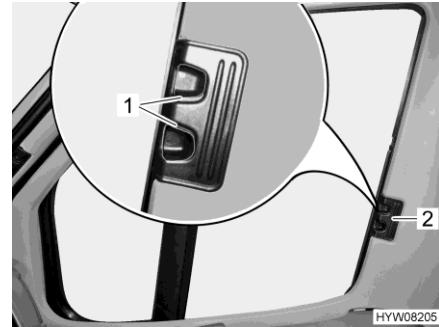

Fig. 41 Estor plegable para la ventana del conductor/acompañante
- Introducir los estores plegables para la ventana del conductor y la ventana del acompañante hasta el tope desplazando el tirador (Fig. 41,2).
- Dejar que engatillen los tiradores de desbloqueo (Fig. 41,1).